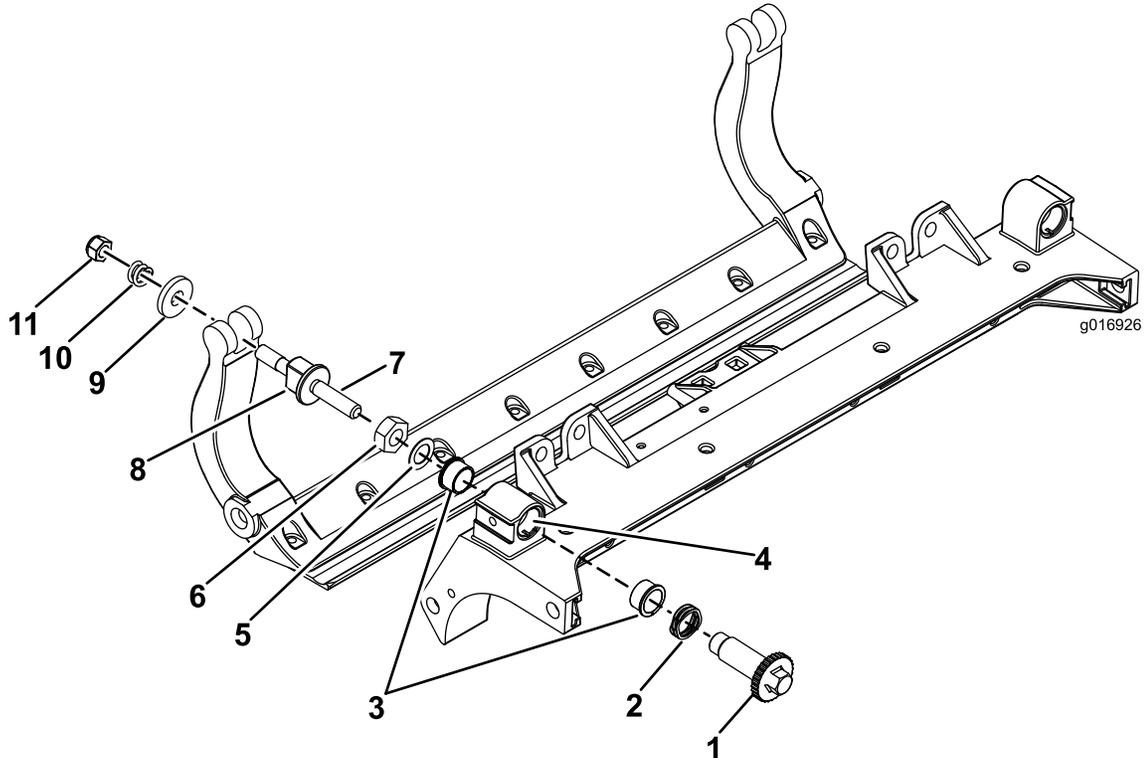

Figura 41
1. Retire todas las piezas (consulte las *Instrucciones de instalación* del Kit HD DPA y la Figura 41).
2. Aplique compuesto antigripante en la parte interior de la zona de los casquillos del bastidor central de la unidad de corte (Figura 41).
3. Alinee los salientes de los casquillos con brida con las ranuras del bastidor, e instale los casquillos (Figura 41).
4. Instale una arandela ondulada sobre el eje del ajustador e introduzca el eje del ajustador en los casquillos con brida del bastidor de la unidad de corte (Figura 41).
5. Sujete el eje del ajustador con una arandela plana y una contratuerca (Figura 41).
12. Coloque una arandela de acero por fuera de cada arandela de nylon (Figura 41).
Nota: Las arandelas del interior pueden tener cierta holgura (Figura 41).
15. Apriete la tuerca de cada ajustador de la barra de asiento hasta que el muelle de compresión esté comprimido del todo, luego afloje la tuerca $\frac{1}{2}$ vuelta (Figura 41).